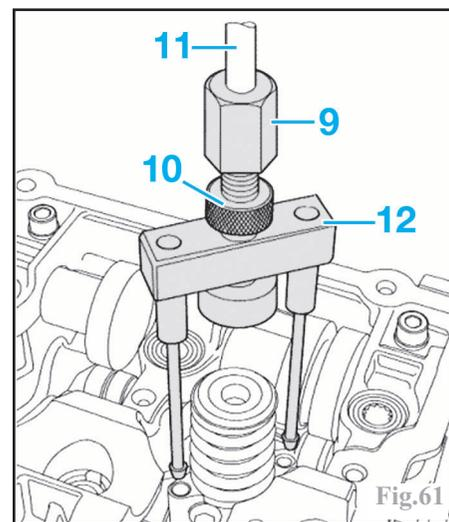

Fig.61
Mettre en place l'extracteur (12) (ref : T10 163) dans les taraudages des vis de fixation de l'injecteur-pompe (Fig.61).